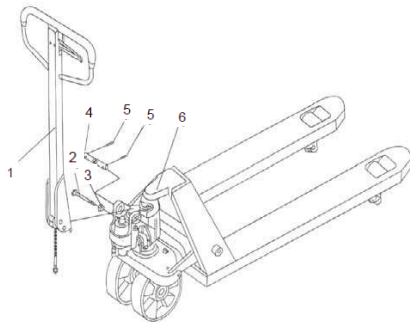

Abb. 5: Montage der Deichsel (bildliche
- c. Die Deichsel nach unten drücken und den Stift (Abb. 5, Pos. 2) entfernen.
- d. Den Bedienhebel am Griff in die Stellung „Schnelles heben“ / „Heben“ bringen, die Hebelplatte mit der Schraube (Abb. 5, Pos. 2) anheben und die Einstellschraube in den vorderen Spalt in der Hebelplatte einführen. Hinweis: Die Einstellmutter muss sich unter der Hebelplatte befinden.
- e. Den zweiten Passstift (Abb. 5, Pos. 5) mit einem Hammer in die zweite Bohrung im Bolzen eintreiben.